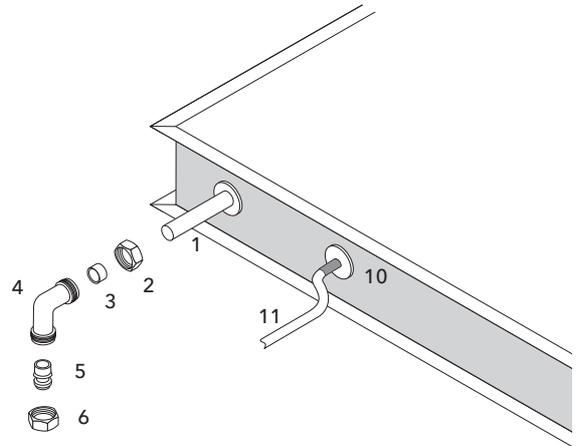

Bild 23 Solarkreis an Kollektor mit Klemmringverschraubungen anschließen, Kollektorfühler montieren.
- In Bild 23 ist die Verbindung der Kollektorkreisrohre mit den Kollektoranschlüssen (1) dargestellt: Die dem Systemkarton entnommene Klemmringverschraubung besteht aus den Teilen (2), (3), (4), (5) und (6), die gemäß der Zeichnung zu verwenden sind.
- Dann Kollektorfühler (Bild 23, 11) in die nach der Montage höher liegende Kollektorfühler-Tauchhülse (10) einstecken. Wenn nötig, das Kollektorfühlerkabel mit einem Kabel (Mindestquerschnitt 2 x 0,75 mm²) bis zum Solarregler verlängern.